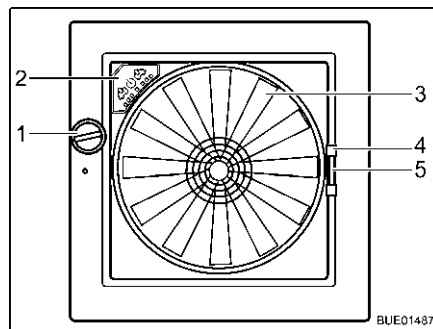

Bild 94 Dachhaube Omni-Vent
Öffnen: ■ Drehknopf (Bild 94,1) drehen, bis der gewünschte Öffnungswinkel erreicht ist.
Schließen: ■ Drehknopf (Bild 94,1) drehen, bis Dachhaube vollständig geschlossen ist.
Schließen: ■ Insektenschutz am Griff (Bild 94,4) zur gegenüberliegenden Rahmenseite ziehen.
Schließen: ■ Griff (Bild 94,5) der Verdunklung zusammendrücken.
- Ventilator** Wenn die Dachhaube geöffnet ist, kann der Innenraum mit dem 6-stufigen Ventilator (Bild 94,3) und entlüftet werden. Der Ventilator wird am Bedienfeld (Bild 94,2) bedient.